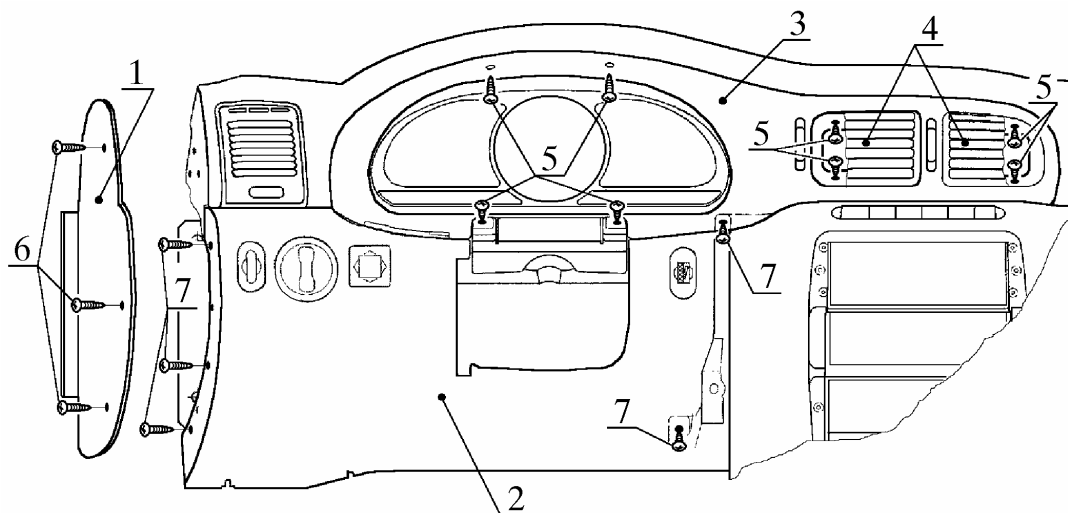

Рис. 8. Снятие нижней левой надставки панели приборов:
4.9.1. Снять боковую левую накладку 1 (рис. 8) панели приборов, вывинтив и сняв три винта 6 ее крепления к панели приборов и к надставке 2